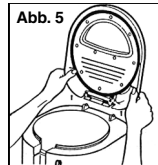

Abb. 5
5. Den Deckel können Sie nach oben abziehen. Dies erleichtert die Reinigung (siehe Abb. 5).
6. Um die Filter (12) auszutauschen, ziehen Sie die Filterabdeckung (13) im Deckel des Gerätes nach oben.
5. U kunt het deksel naar boven wegtrekken. Dit maakt de reiniging eenvoudiger (zie afb. 5).
6. Om de filters (12) te vervangen, trekt u de filterafdekking (13) in het deksel van het apparaat naar boven.